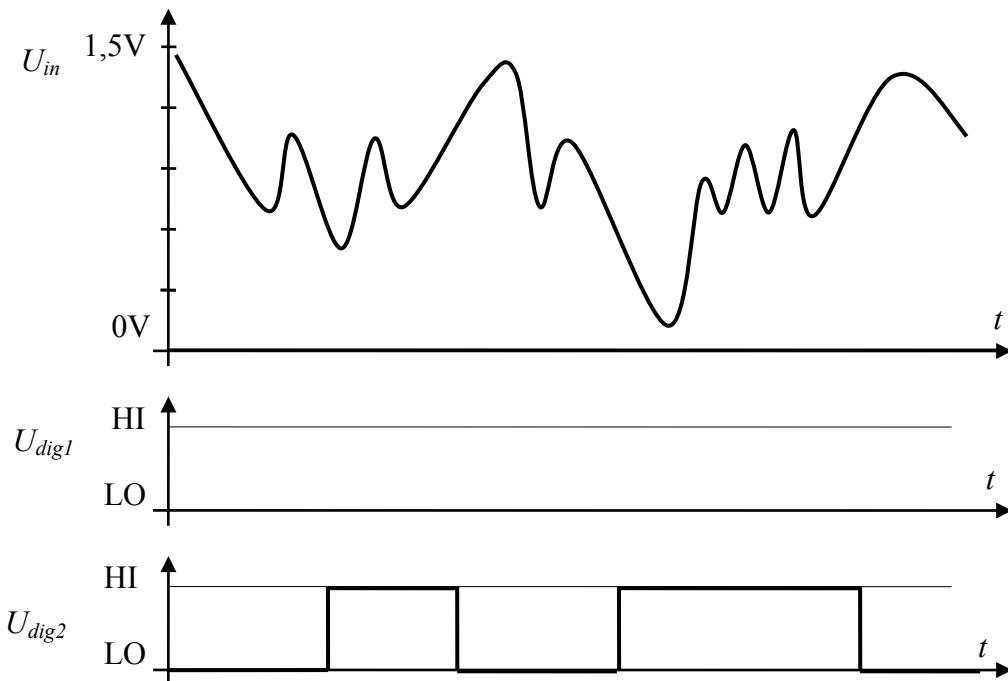

Abbildung 2.1
In Abbildung 2.1 ist ein analoger Spannungsverlauf  $U_{in}$  gegeben.
- Dieses Signal  $U_{in}$  wird an einen Eingang eines digitalen Gatters mit Schwellwert  $U_{th} = 0,9V$  (ohne Hysterese) gelegt. Ergänzen Sie in Abbildung 2.1 den Spannungsverlauf  $U_{dig1}$  nach der Digitalisierung!